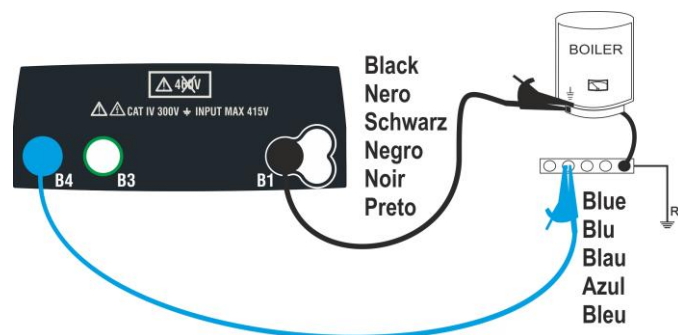
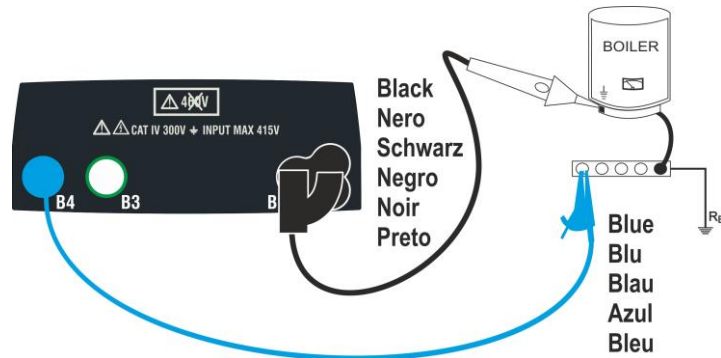

Fig. 10: Essai de continuité à travers câbles individuels
Fig. 11: Essai de continuité à travers une embout à distance
- Brancher la/les aiguilles-sondes au conducteur examiné, conformément aux Fig. 10 ou Fig. 11